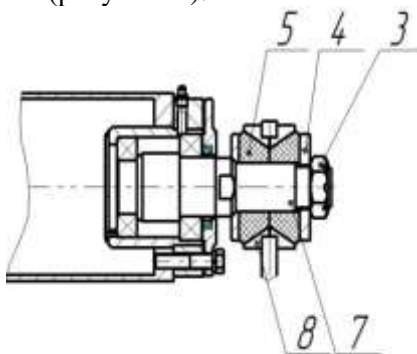

Рисунок 11 – Установка катков.
4.3.6 Установка катков (рисунок 11):